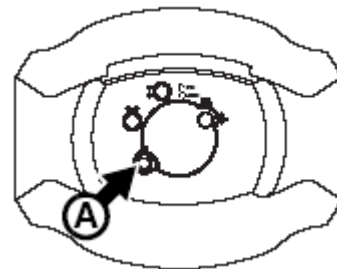

Рисунок 8. Доступ к лампе
3. См. рисунок 8. Отверните винт Torx 20 A на панели и откройте панель.